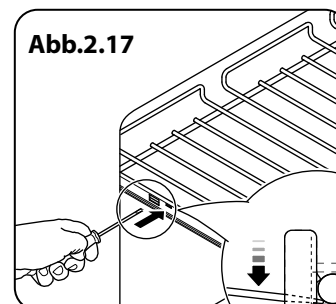

Abb.2.17
2. **HINWEIS:** Um das Entfernen des Rostes zu erleichtern, können Sie ein geeignetes flaches Werkzeug durch die Öffnung in der Seite der Gleitschiene einführen und den Rost heraushebeln (**Abb.2.17**).